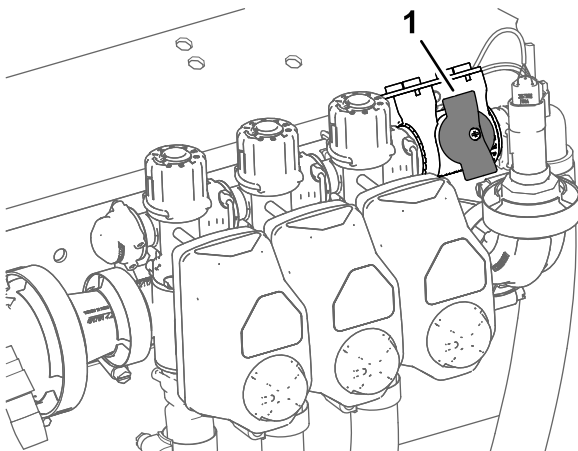

Bild 39
2. Drehen Sie das Handrad für das Abstellventil des Sicherheitsventil des Abschnitts in die geschlossene Stellung (Bild 39).